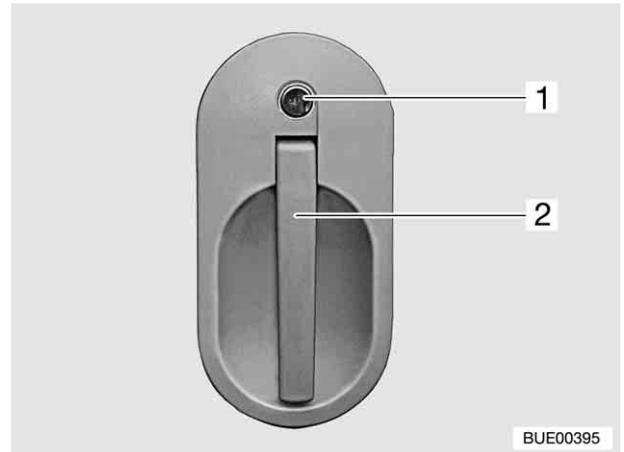

Bild 24 Türschloss Eingangstür, außen
- Schlüssel in Schließzylinder (Bild 24,1) stecken und entgegen dem Uhrzeigersinn drehen, bis das Türschloss entriegelt ist.
- Durch Ziehen am Türgriff (Bild 24,2) die Tür öffnen.
- Schlüssel in Schließzylinder (Bild 24,1) stecken und im Uhrzeigersinn drehen, bis das Türschloss verriegelt ist.